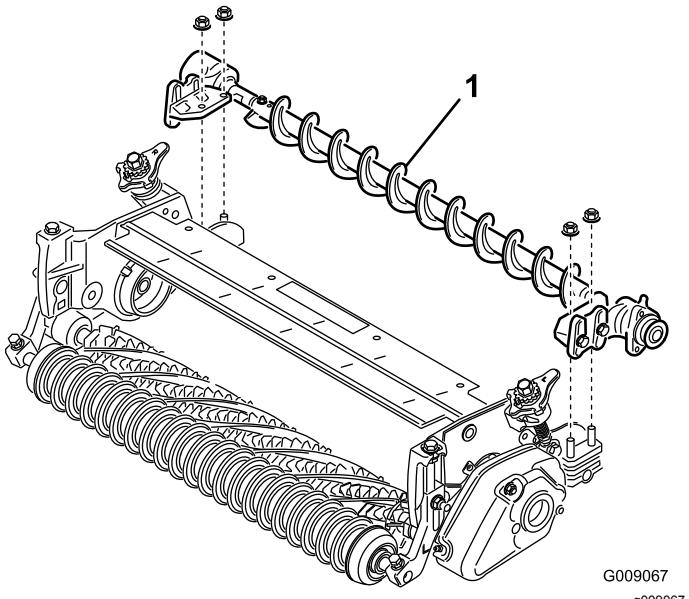

Рисунок 24
10. Поместите монтажные кронштейны узла щетки катка на болты кронштейна катка (Рисунок 24). Прикрепите монтажные кронштейны узла щетки к боковым пластинам режущего блока, используя снятые ранее гайки.